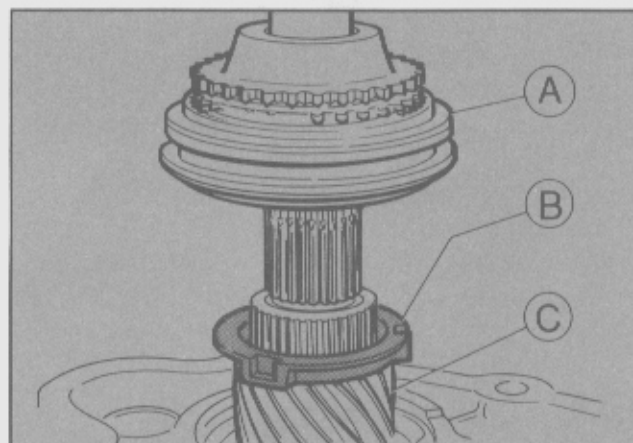

Fig. 29 - Deslizar sobre el eje principal. A: Conjunto sincronizador; B: Espaciador; C: Engranaje de 5ta. velocidad.
- Deslizar el engranaje de 5ta. velocidad con la zona helicoidal hacia el cojinete. Colocar el espaciador, el anillo sincronizador y el cono. Asegurar todo el conjunto colocando el anillo de retención en el eje principal (Fig. 29).